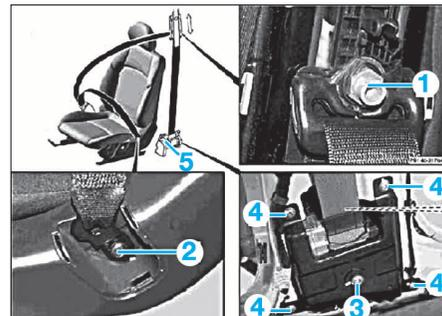

FIG. 8
- la vis de la ferrure de renvoie (1) (Fig.8).